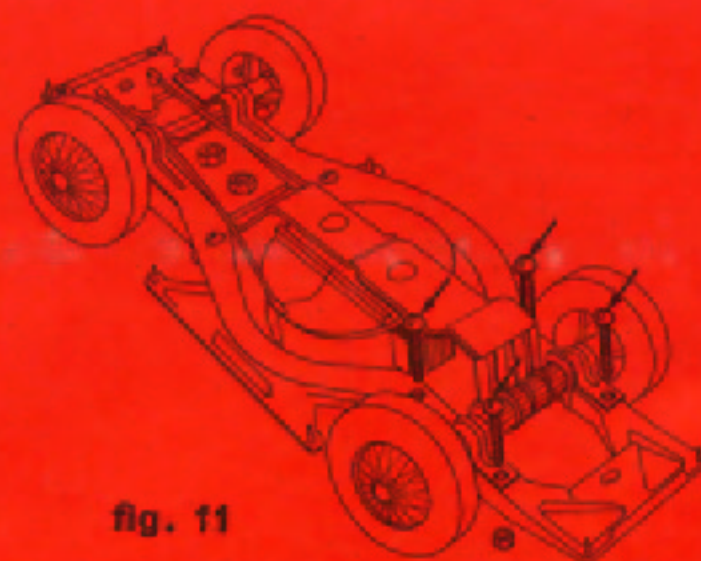

fig. 11
– Vous dévissez et otez les quatre vis situées de part et d'autre du train arrière (Fig. 11).